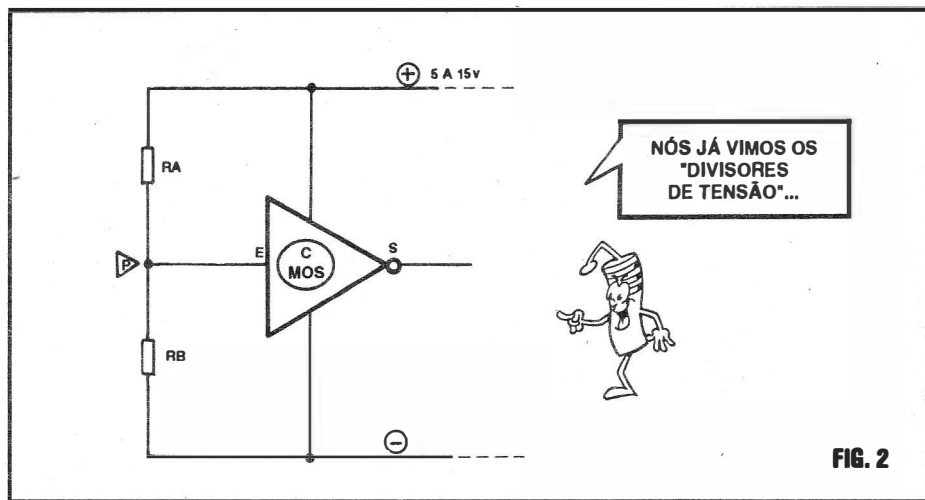

FIG. 2
- **FIG. 2 - O “LIMiar” DE TRANSIÇÃO DE NÍVEL, NAS ENTRADAS C.MOS** - Façamos (por questão de simplificação...) nossas análises, a partir de um dos mais simples *gates* ou blocos lógicos digitais C.MOS, que é o SIMPLES INVERSOR (já estudado na primeira parte da presente “Aula”...). Normalmente, a Entrada do INVERSOR deve receber alguma polarização (já que não pode ser deixada “aérea”, aberta, sob pena de graves instabilidades no funcionamento do bloco...). Assim, assumamos que dois resistores, RA e RB, o primeiro à linha do positivo da alimentação, e o segundo à linha de “terra” ou negativo, determinem um valor qualquer de Tensão para o ponto “P”, correspondente justamente à Entrada E do *gate* INVERSOR... Agora, guardem isso:
ponto submetido à metade da Tensão de alimentação (é como se dois resistores, num arranjo parecido com o mostrado no diagrama da fig. 2, de alguns "porri-lhões" de Megohms - representados, por exemplo, pela Resistência do ar, entre o pino da Entrada do C.MOS e as linhas físicas da distribuição da alimentação - estivessem "polarizando" a dita Entrada a  $1/2 V_{cc}$ ...). Nesse caso - como sabemos - a instabilidade será inevitável, influenciando no funcionamento de **todo** o *chip* (e não apenas no *gate* ou bloco que é "dono" da tal Entrada deixada "voando"...). Por isso, tomem como **norma**, o seguinte: